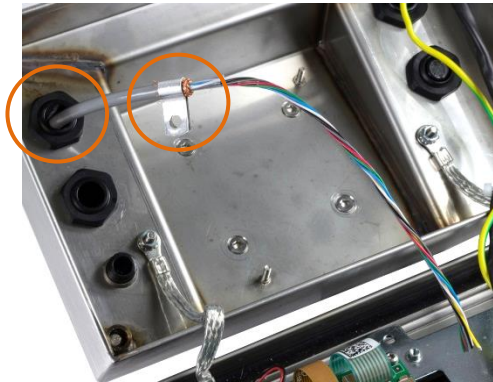

Figura 2-29: Cable de la celda de carga entrando en la caja del IND236, con pinza de conexión a tierra del chasis
1. El cable de la celda de carga se dirige hacia dentro de la caja a través del casquillo para cable indicado en la Figura 2-29.